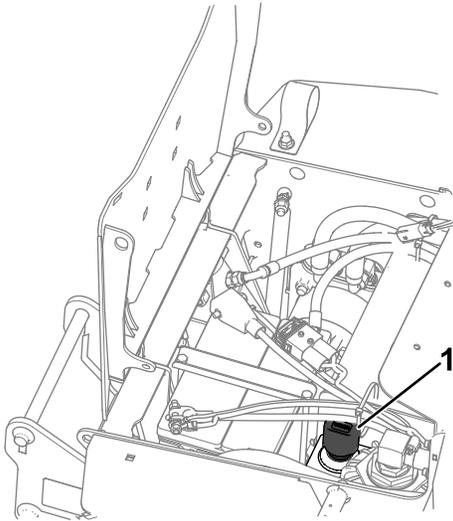

Figure 48
- Nettoyez la surface autour du reniflard/de la jauge du réservoir de liquide hydraulique (Figure 48).